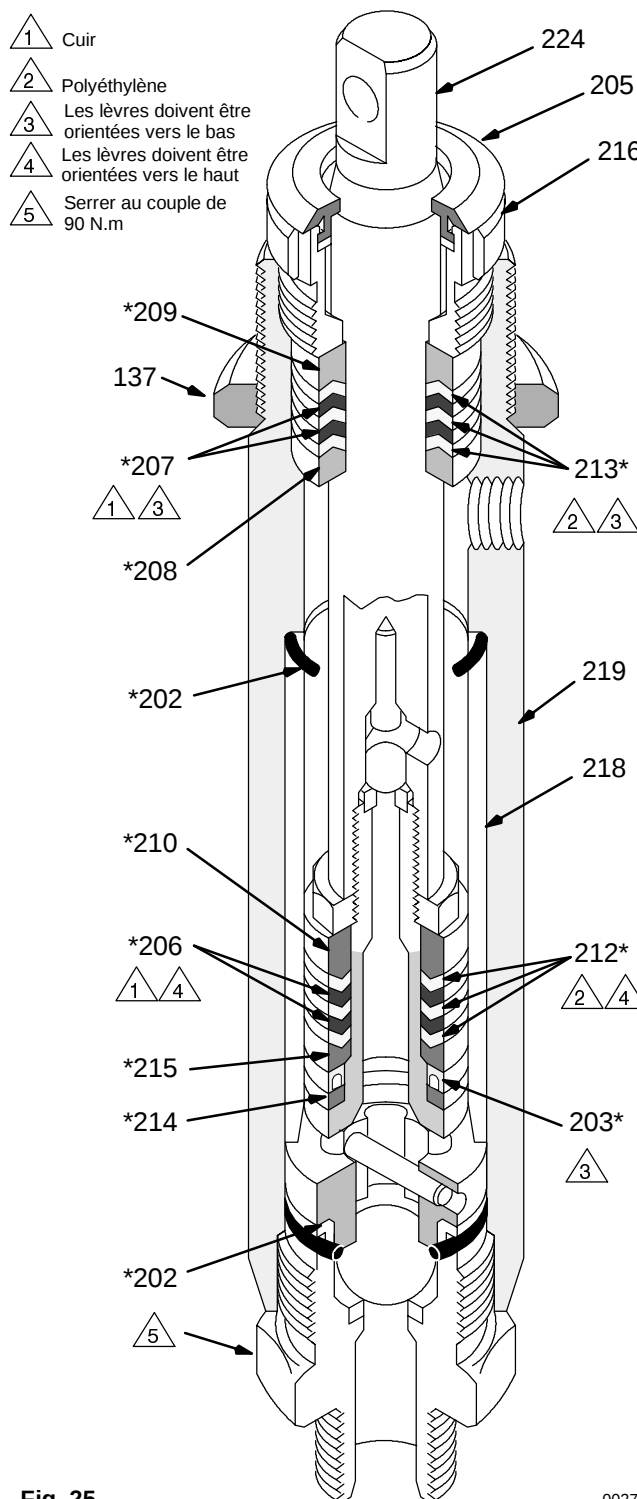

Fig. 25
1. Vérifier la surface de la tige du piston (224) et la paroi interne de la chemise (218) pour voir si elle comporte des rayures ou éraflures. Si ces pièces sont endommagées, les joints neufs n'assureront pas une bonne étanchéité.
2. Empiler les joints du piston sur le piston (222) comme illustré à la figure 25.
3. Serrer l'écrou du piston (211) sur le piston au couple de 1,2 N.m. pour enfoncer les joints en place, puis les dévisser et les revisser à la main.